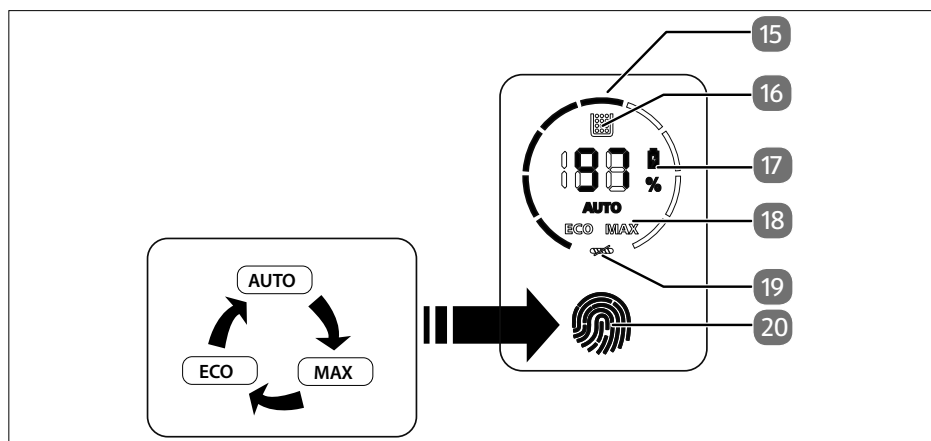

Fig. 2
- ▶ Per accendere l'aspirapolvere, premere e tenere premuto l'interruttore On/Off (21). Bloccare l'interruttore On/Off premendo il pulsante di blocco (22).
- ▶ Toccare il campo (20) per impostare la modalità di funzionamento **AUTO**, **MAX** o **ECO**. Nel campo di visualizzazione (15) viene mostrata la rispettiva potenza del motore (vedere la fig. 2).